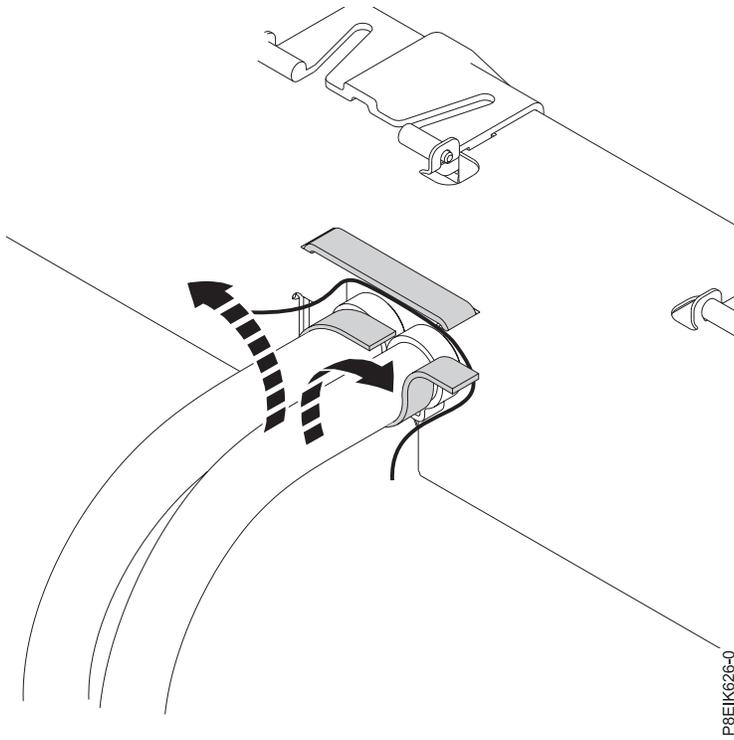

図 26. キャリアから冷却水ホースを外す
3. すべての冷却プレートに対応する GPU モジュールまたはプロセッサ・モジュールに固定した後、冷却水ホースから面ファスナーを外します (24 ページの図 26 を参照)。